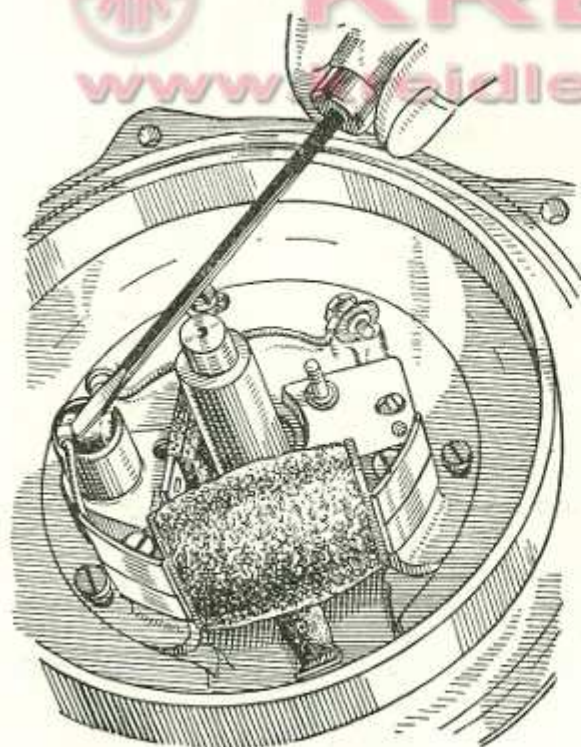

Bild 26
A) Zündanker nach Bild 26 (für UE, MZ/UN, MZ/US)